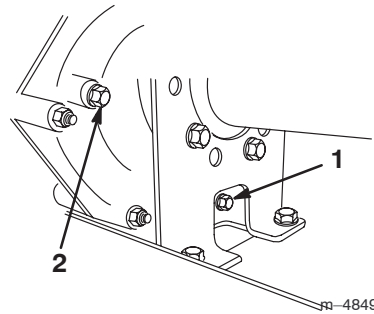
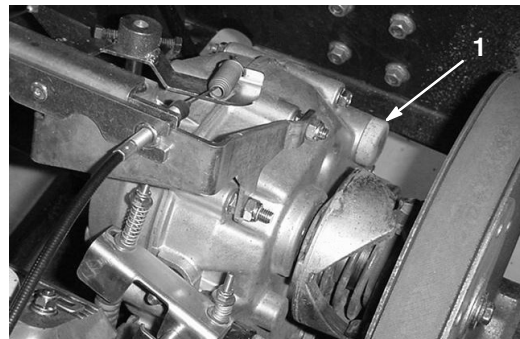

Figure 42
Figure 43
2. Enlevez le bouchon de vidange sur le côté droit du réservoir (Fig. 42) et laissez l'huile s'écouler dans un bac de vidange. Revissez le bouchon de vidange en place lorsque toute l'huile s'est écoulée.
3. Versez environ 1,4 l d'huile moteur SAE 10W30 dans le réservoir (Fig. 43) ou faites l'appoint jusqu'à ce que le niveau atteigne le bas du trou indicateur de niveau (Fig. 42).